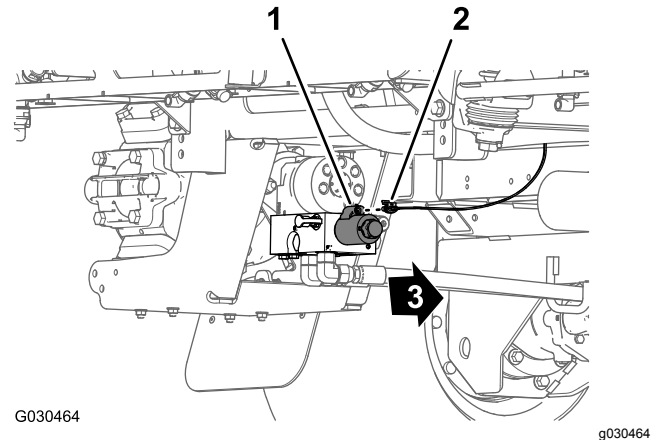

Bild 134
1. Schließen Sie an der Rückseite der Maschine, innen an der Sprühpumpe, den 2-Buchsen-Stecker, der mit **Spray Pump Solenoid** beschriftet ist, des 86-cm-Kabelbaumzweigs am 2-Stift-Stecker des Relais für die Pumpe an (Bild 134).